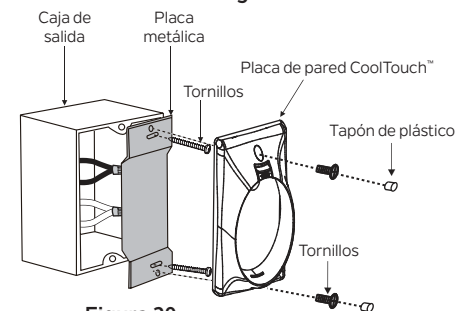

Figura 29
Paso 4. Instale la placa de metal y la placa de pared CoolTouch™ en la caja de salida existente en la pared con los tornillos provistos. Inserte los dos tapones de plástico en la placa de pared. (Figura 29)